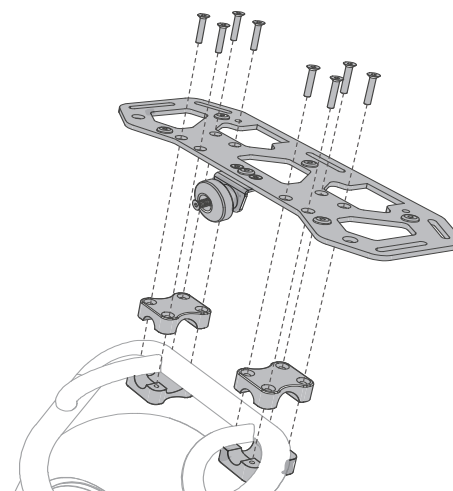

図 7. 荷物ラックへの荷物クランプの取り付け
- 図のように、i2 SE の下側の荷物フレームに荷物クランプを置きます。ネジ付きクランプが、i2 SE の下側の荷物フレームの下側に来るようにしてください。図 7 をご覧ください。
- 図 7 のように、荷物クランプに合わせて荷物ラックを置きます。